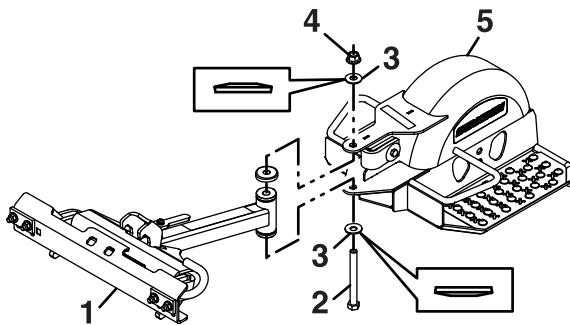

Figure 4
2. Alignez le cadre du sulky sur la barre d'attelage. Remettez en place la vis à tête hexagonale (1/2-13 x 5 po), les rondelles élastiques et l'écrou Nyloc à embase hexagonale (1/2 po) retirés à l'opération 1, comme montré à la Figure 4. Serrez à 122 N m (90 pi-lb).